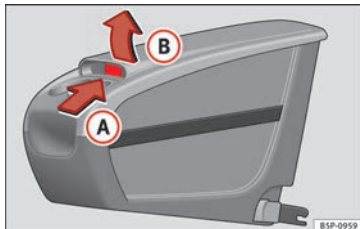

Abb. 91 Zusätzliche Ablage. Öffnen.
- Die Klappe (B) im Bereich (A) » Abb. 91 anheben.